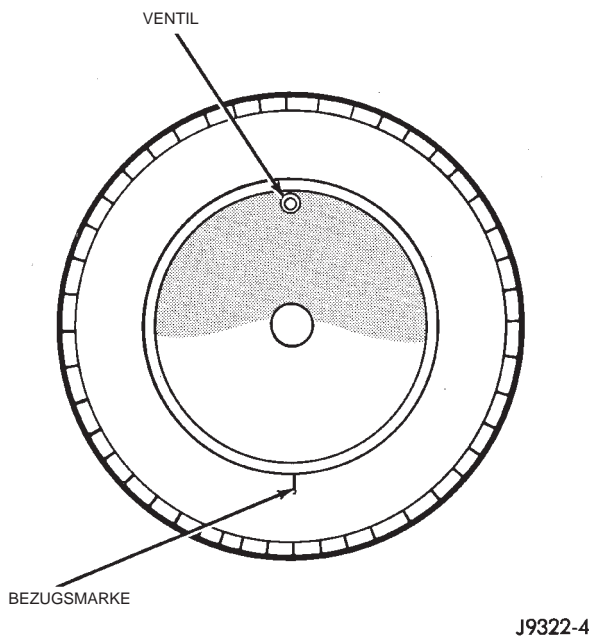

Abb. 9 Montieren des Reifens um 180 Grad versetzt
(2) Den Reifen abnehmen und um 180 Grad versetzt wieder auf die Felge aufziehen (Abb. 9).